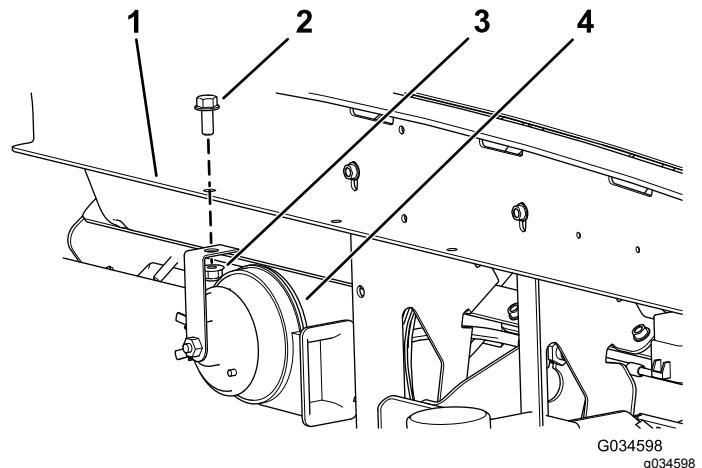

Figure 1
2. Montez l'avertisseur sonore de 12 V dans le trou existant sur le support du tableau de bord, au moyen de la vis à tête hexagonale (5/16 x 3/4") et de l'écrou à embase (5/16"), comme montré à la Figure 1.